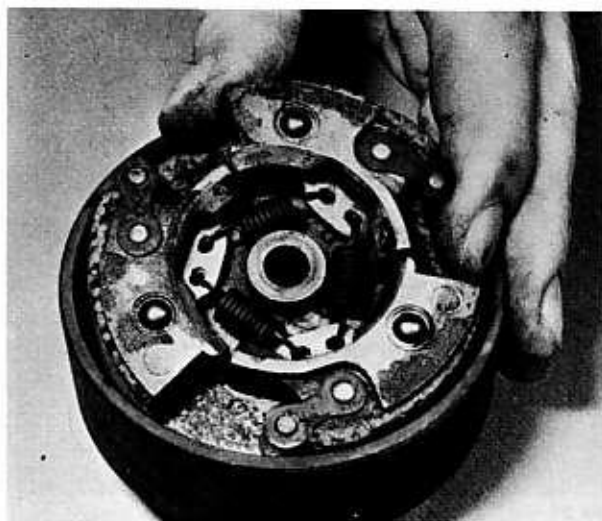

Bild 46
- Die Kupplungsbacken können zusammen mit der Grundplatte aus der Kupplungstrommel herausgenommen werden (Bild 46). Die drei Backen sitzen auf Lagerzapfen und können gemeinsam abgehoben werden. Die beiden Backen der Anlasskupplung an der Innenseite sind mit einem Sicherungsring und einem Haltering befestigt und können nach dem Ausbau dieser beiden Teile herausgenommen werden (Bilder 47, 48).